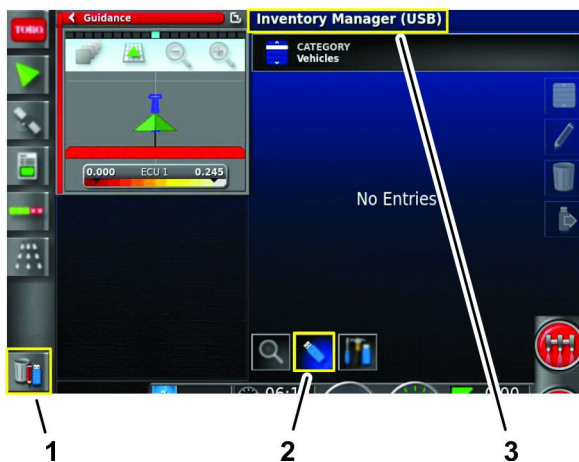

Bild 97
3. Tippen Sie auf das Bestandsmanager-Symbol (Bild 97).
4. Wenn der Titel in der obersten Bildschirmzeile Bestandsmanager (USB) anzeigt, tippen Sie auf das Symbol Ansicht wechseln (Bild 97).